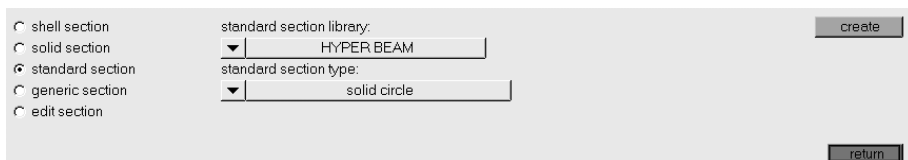

图 7-79 Hyperbeam 面板
(1) 进入 1D 选项卡，选择 Hyperbeam 面板，在该面板下选择 standard section，并选择 standard section type 为 solid circle，如图 7-79 所示。